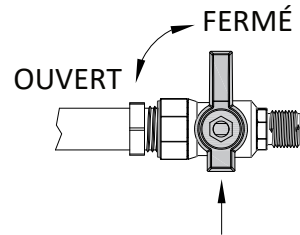

Figure 8.8 - Étape 1
1. Coupez toute alimentation électrique à l'appareil. Fermez le robinet d'arrêt manuel principal, situé en amont du raccord d'alimentation de l'appareil. Figure 8.8.